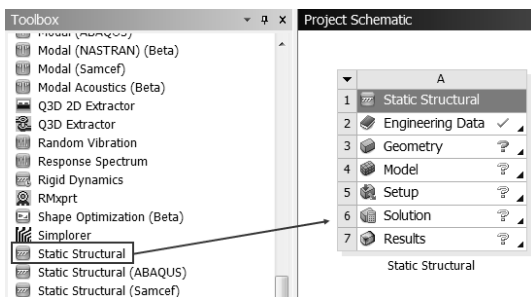

图 18-2 创建分析项目 A
Step2: 双击主界面 Toolbox (工具箱) 中的 Analysis Systems Static Structural (静态结构分析) 选项, 即可在 Project Schematic (项目管理区) 创建分析项目 A, 如图 18-2 所示。